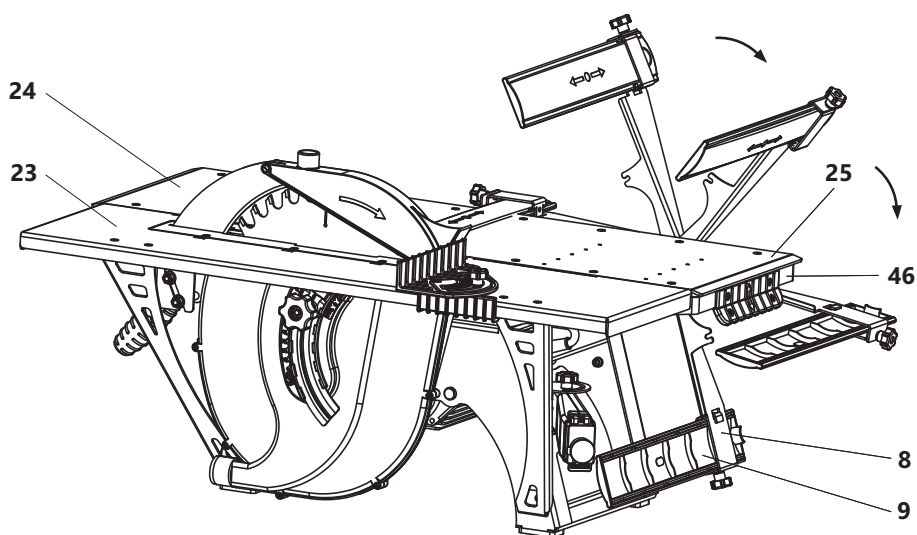

Рис. 14
- ограждение 8 ножевого вала разместить под загрузочным строгальным столом 25. Для этого отвернуть винт-барашек 29 (рис. 2), фиксирующий кронштейн, и поворотом кронштейна с ограждением вокруг оси разместить их под загрузочным столом 25 (рис. 14).